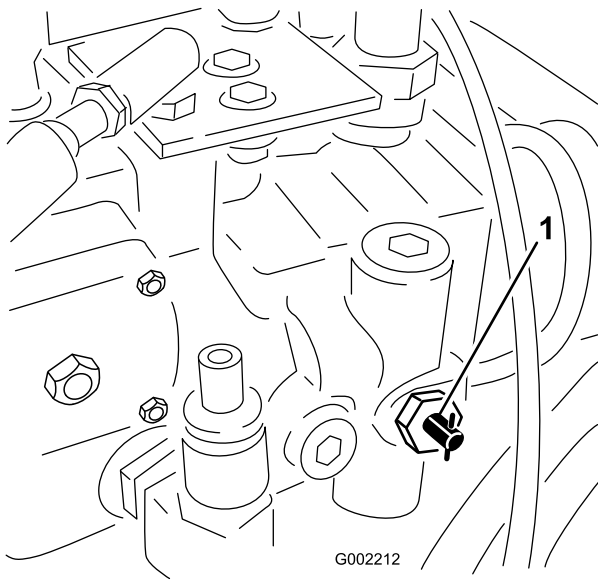

Figura 53
1. Gire la válvula de remolcado (Figura 53) 90° en cualquier sentido para abrirla.